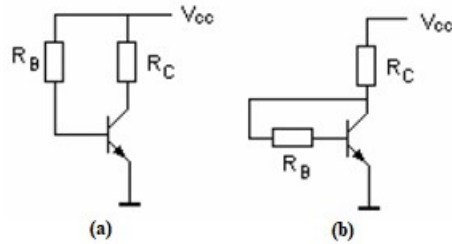

FIGURE 3.36
- Calculer les résistances nécessaires à la polarisation d'un transistor NPN au silicium dans chacun des deux montages suivants illustrés dans la figure 3.36. On donne  $\beta = 100$ ,  $V_{CC} = 10\text{ V}$  et on désire que le point de repos soit fixé à  $V_{CE0} = 5\text{ V}$ ,  $I_{C0} = 1\text{ mA}$  et  $V_{BE0} = 0.7\text{ V}$ .
Montage de la figure 3.36(a) :
Montage de la figure 3.36(b) :